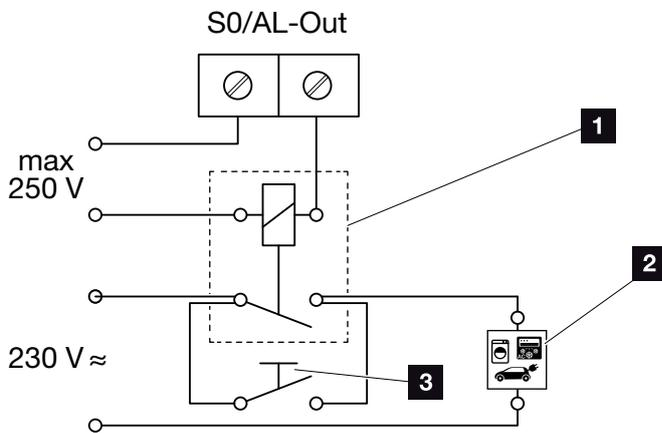

Fig. 60: Collegamento elettrico per l'autoconsumo
1. Collegare il relè di carico esterno al morsettiera di connessione S0/AL-Out  **Fig. 60**